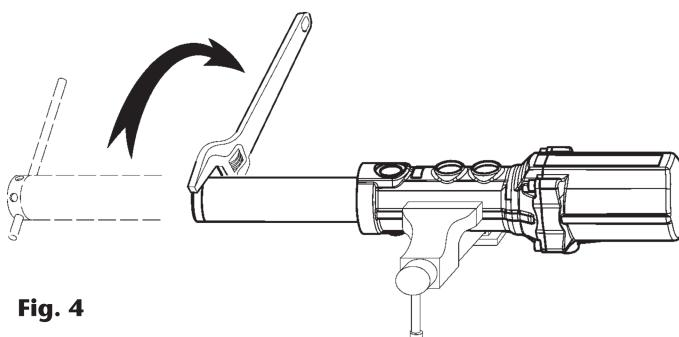

Fig. 4
2. To unscrew the suction tube (735204-S/735303-) from the pump body, use a 40 mm wrench on the hexagon of the foot valve body (42) (fig. 4). Pull first clockwise to break the sealing, and then counter clockwise to loosen and remove the tube assembly.
2. Para desenroscar el tubo de aspiración (735204-S/735303-L) del cuerpo de la bomba, use llave fija de 40 mm en el cuerpo válvula de pie (42) (fig. 4). Tire primero contra las agujas del reloj para romper el sellador y luego hacia el otro sentido para desenroscar y quite el conjunto tubo de aspiración.
Dazu mit einem 40-mm Schraubenschlüssel in den Kerben am Fussventil-Körper (42) ansetzen. (Bild 4).